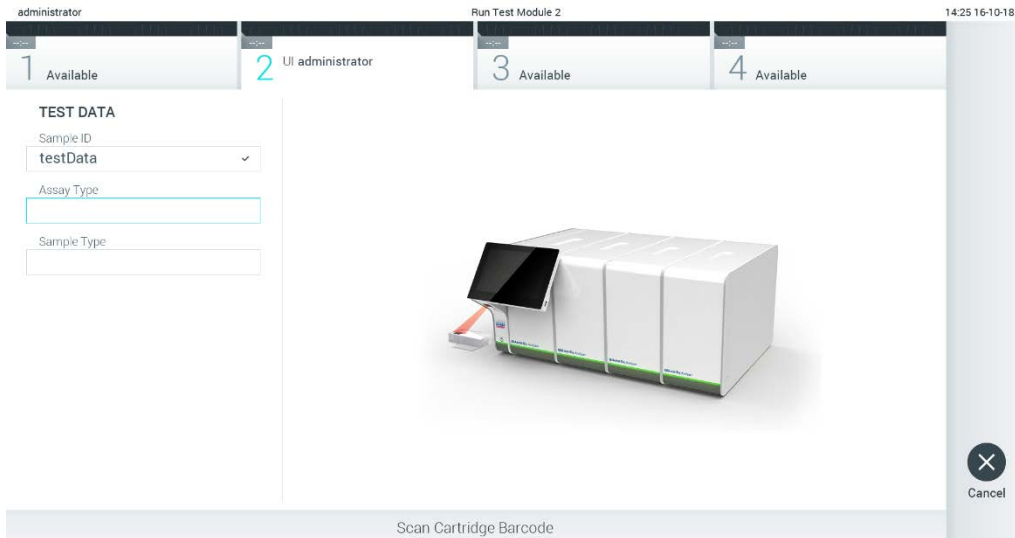

Рис. 24. Сканирование штрих-кода картриджа для тест-системы QIAstat-Dx.
3. При получении соответствующего запроса отсканируйте штрих-код на картридже для тест-системы QIAstat-Dx, который будет использоваться при анализе. По штрих-коду картриджа для тест-системы QIAstat-Dx прибор QIAstat-Dx Analyzer 1.0 автоматически определяет, какой анализ необходимо выполнить (Рис. 24).